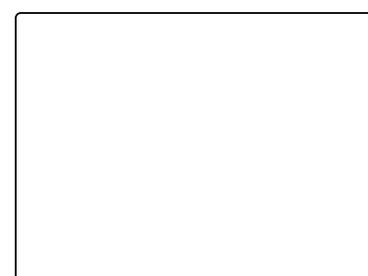

Fig. 12
- Rejeter l'appel en appuyant sur le bouton  sans que le visiteur ne reçoive de notification (**Fig. 12**).